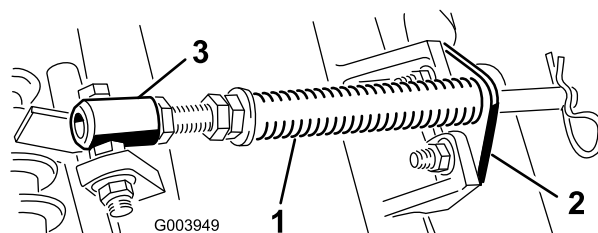

**Figure 9**
- 4. Veillez à monter le contrepoids (Figure 9) du bon côté de l'unité de coupe, comme expliqué dans le *Manuel de l'utilisateur* des unités de coupe.